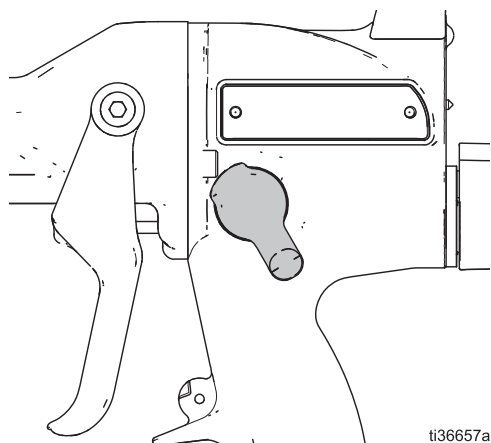

图 8 关闭位置：风扇空气关闭，形成一个小圆形模式。
3. 将操纵杆（1）转到自己顺手的关闭位置，见图 8。多转几次可以增加弹簧张力。至少转动 90 度，以确保阀门会弹开。转动角度不要超过 180 度。弹簧的拉力（5）会尽量将操纵杆向后转动，而不会放松拉力。